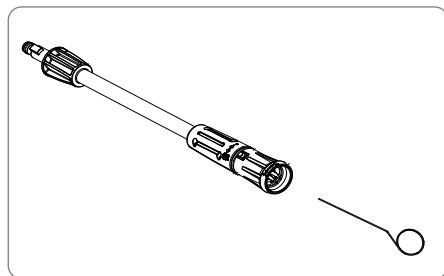

Abb. 19
2. Reinigung der Düse (Abb. 19)